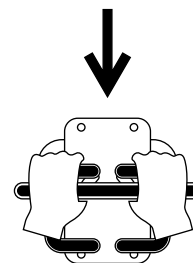

Рисунок 8
- Чтобы начать движение назад, переместите оба органа управления тягой назад (Рисунок 8).